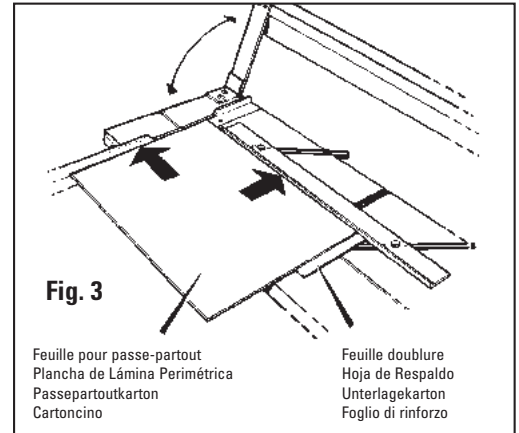

**Fig. 2**
2. Réglez le guide de passe-partout à la largeur de bordure souhaitée. Par exemple, pour une bordure de 2 pouces (5,08 cm), alignez l'avant du guide de passe-partout au niveau du repère de 2 pouces et serrez les boutons noirs. **Fig. 2**
2. Stellen Sie die Passepartout-Führung auf die gewünschte Randbreite ein. Für einen 5 cm breiten Rand richten Sie die Vorderseite der Passepartout-Führung bei der 5 cm (2 Zoll) Markierung aus und ziehen die schwarzen Knöpfe fest. **Abb. 2**
2. Ajuste la Guía de la Lámina Perimétrica a la anchura de franja deseada. Por ejemplo para una franja de 2" alinee el frente de la Guía de Lámina Perimétrica en la marca de 2" y apriete las perillas negras. **Fig. 2**
2. Regolare i bordi della guida del passepartout in base alla profondità desiderata. Ad esempio, per un bordo di 2" allineare la parte anteriore della guida del passepartout sul segno 2" e serrare le manopole nere. **Fig. 2**